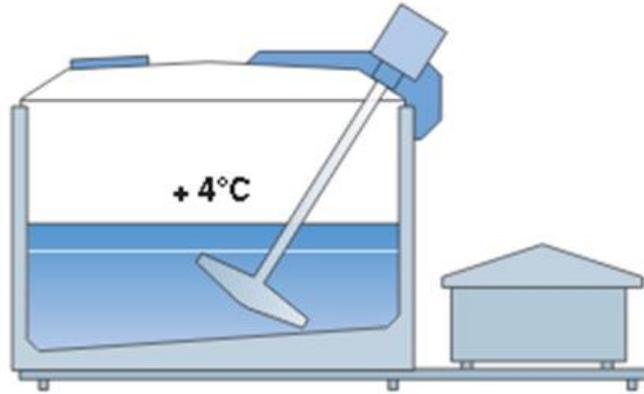

Figura 23. Tanque de refrigeración con mezclador y unidad de refrigeración
- Colado de la leche y enfriamiento rápido, Figura 23.